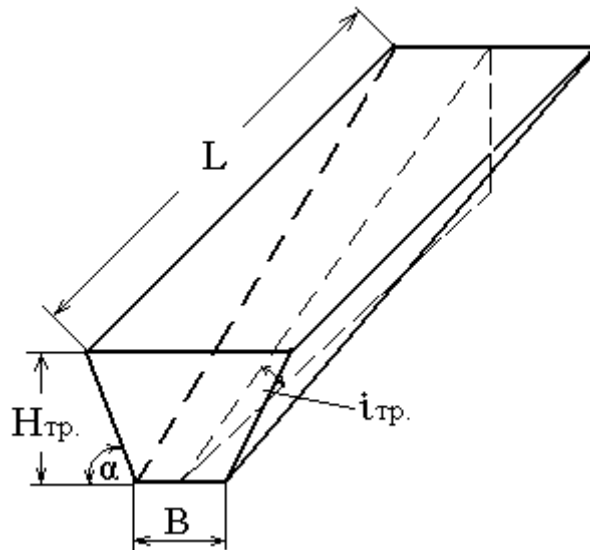

Рис. 1 «Основные параметры траншеи»
2. Обозначить и подписать рис. 1 «Основные параметры траншеи».